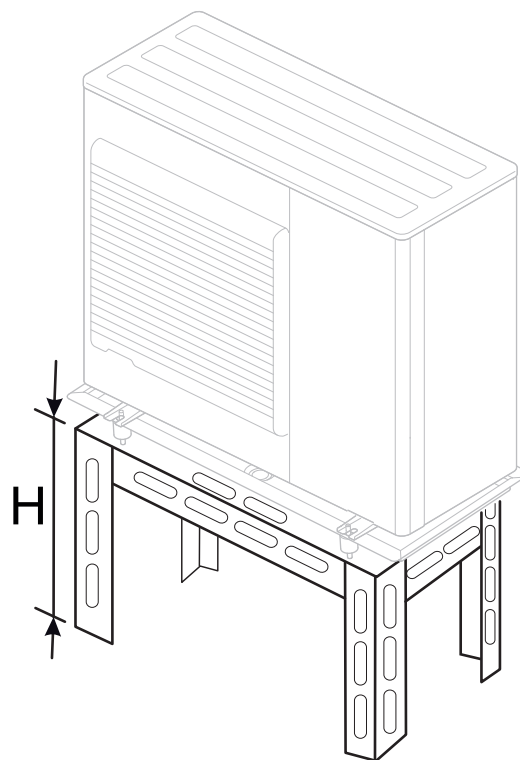

fig. 14 - Pose de l'unité extérieure, évacuation des condensats
- En fonctionnement, de l'eau peut s'évacuer de l'unité extérieure. Ne pas installer l'appareil sur une terrasse, mais préférer un endroit drainé (lit de graviers ou sable). Si l'installation est réalisée dans une région où la température peut être inférieure à 0°C pendant une longue période, vérifier que la présence de glace ne présente aucun danger. Il est aussi possible de raccorder un tuyau d'évacuation sur le bac de récupération de condensats (option) (fig. 14).
L'unité extérieure doit être surélevée d'au moins 50 mm par rapport au sol. Dans les régions enneigées, cette hauteur doit être augmentée mais ne pas dépasser 1.5 m (fig. 14).